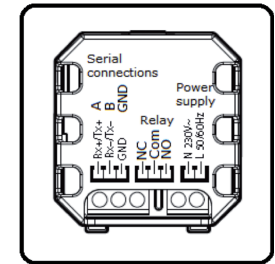

Fig. 7
- Effettuare i collegamenti elettrici come da schema (Fig. 7);
- Make the electrical connections according to the diagram (Fig. 7);